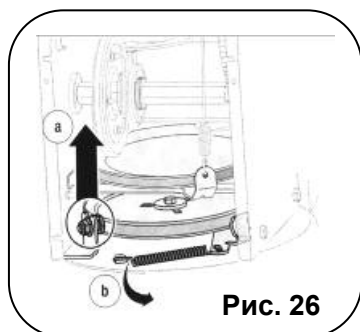

Рис. 26
4. Ослабьте и снимите ступенчатый винт, который служит фиксатором ремня. Отсоедините пружину опорного кронштейна от рамы (см. Рис. 26).